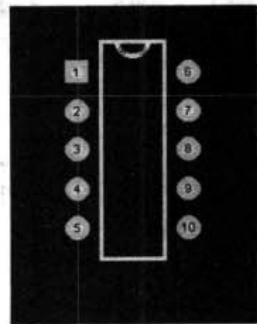

图 17-10 绘制圆弧
- (9) 外形轮廓绘制好之后，再绘制元件封装的圆弧结构。执行菜单命令 Place|Arc，光标变成十字形，在要绘制圆弧的位置单击左键，确定圆弧的中心，然后移动鼠标，确定圆弧的起点。在移动过程中，不要按住鼠标的左键和右键。当移动到确定位置上后，单击左键，确定圆弧的起点，用相同的方法确定圆弧的终点，绘制好圆弧后的图形，即如图 17-10 所示。